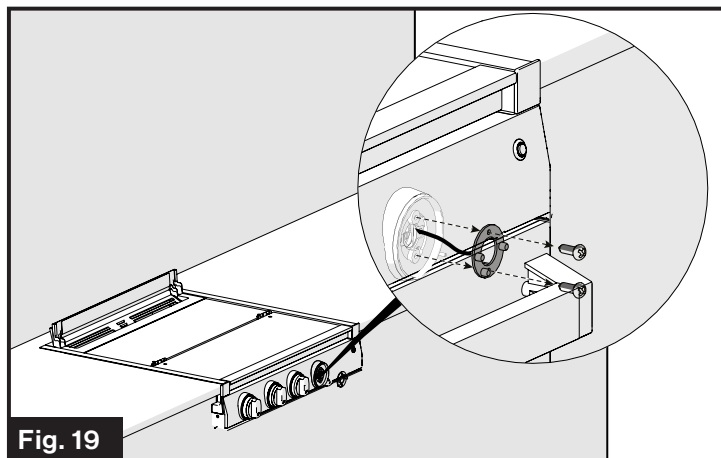

Fig. 19
3. Retire los dos tornillos que sujetan la luz LED con un destornillador Phillips. (Fig. 19)